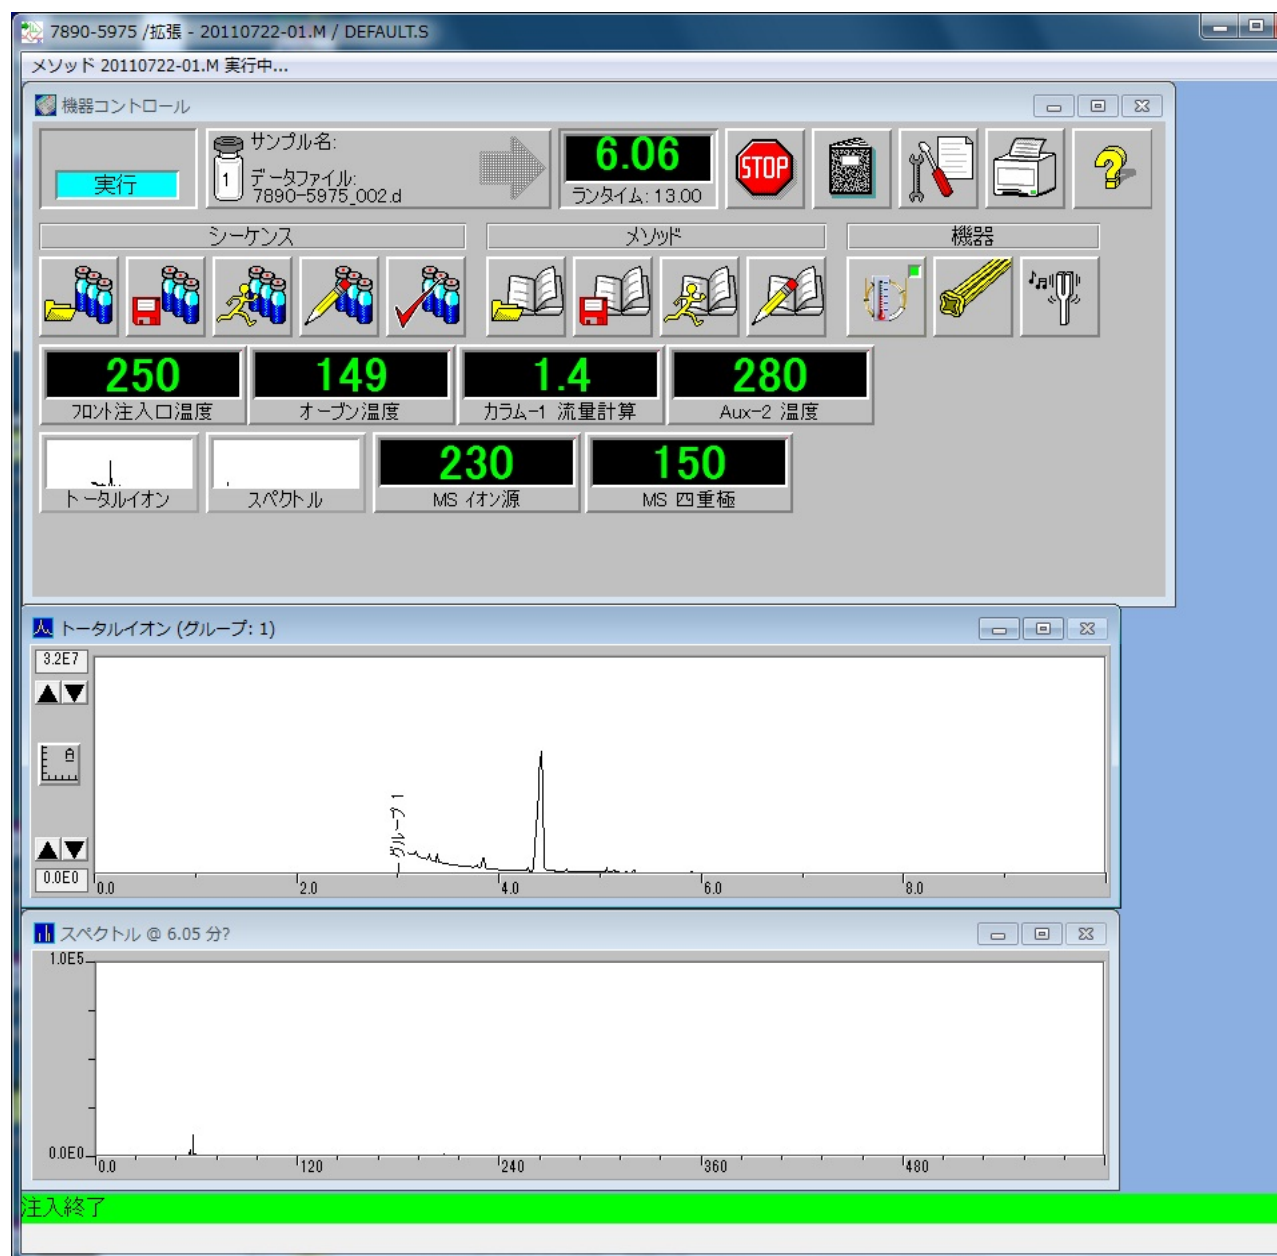

図 30 シングルサンプル分析中の [機器コントロール] ウィンドウ
- 5 機器がレディの場合（左上隅のインジケータが緑色になり、[待機] と表示されている場合）、[OK & メソッド実行] を選択するとダイアログボックスが閉じ、分析が開始されます。図 30（60 ページ）を参照してください。